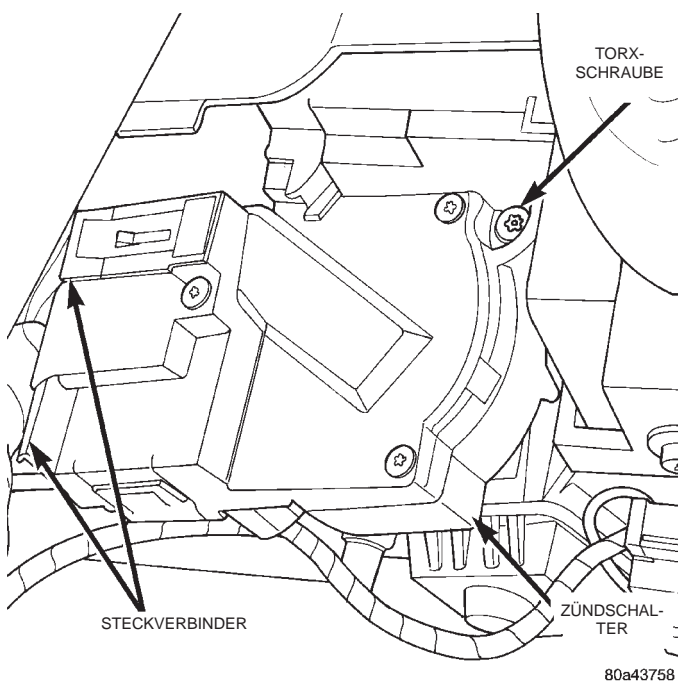

Abb. 43 Zündschalter aus- und einbauen
(3) Befestigungsschraube des Zündschalters (Abb. 43) mit einem entsprechenden Torx-Werkzeug (Snap-
(5) Die beiden Steckverbinder von der Rückseite des Zündschalters abziehen (Abb. 43).